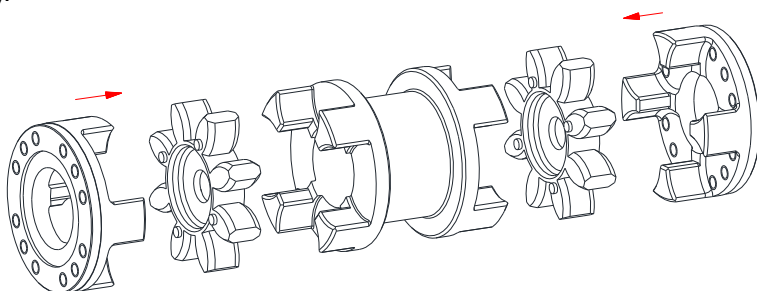

Figura 9: Montaje de bridas, estrellas y espaciador DKM
- Inserte las bridas, las estrellas y el espaciador DKM (véase figura 9).